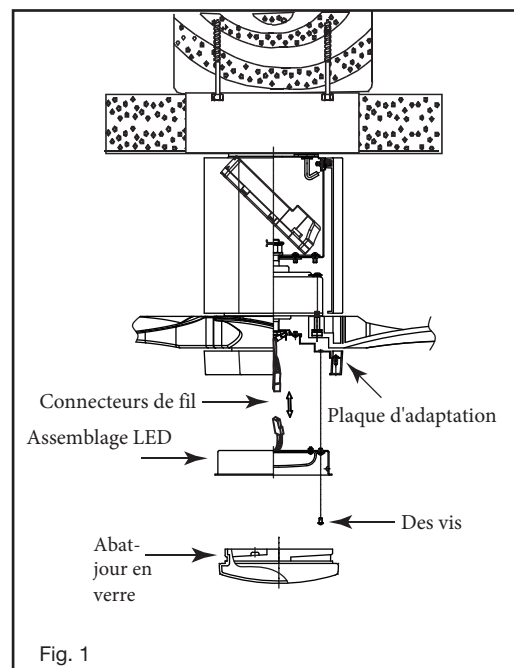

Fig. 1
- 2 Tout en tenant le kit d'éclairage LED sous votre ventilateur, effectuez les connexions des fiches polarisées : (Fig. 1)
- 3 Placez les trous de clé sur l'ensemble LED sur les 2 vis précédemment desserrées, tournez la plaque lumineuse jusqu'à ce qu'elle se verrouille en place au niveau de la section étroite des trous de clé. Fixez en serrant les 2 vis précédemment desserrées et celle précédemment retirée. (Fig. 1)
- 1 Sélectionnez un emplacement souhaité. Utilisez la plaque murale pour marquer l'emplacement des trous de montage. Des ancrages muraux en plastique ou des vis de montage sont nécessaires pour cette application. (Fig. 1)